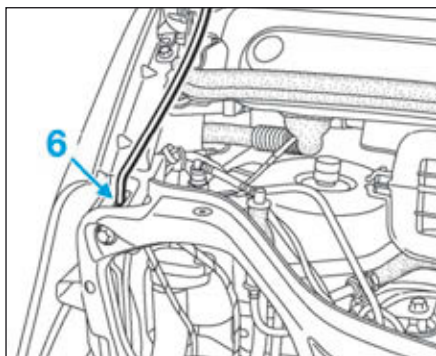

FIG.129
- Positionner la béquille de capot dans l'orifice (6) (Fig.129).